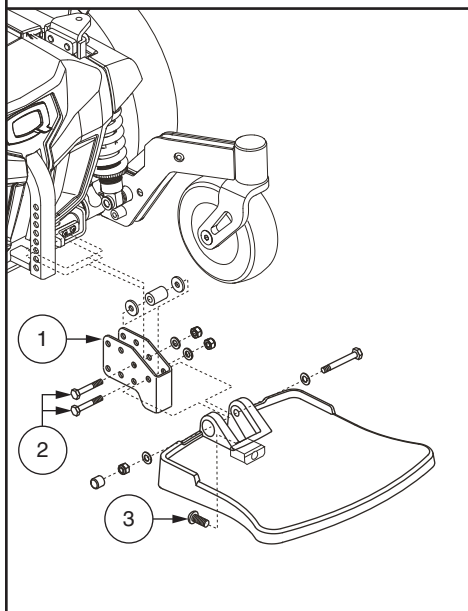

Figure 14. Ajustement de repose-pieds
1. Retirez les ferrures sur le support du repose-pieds. **Voir la figure 14.**
1. Relevez le repose-pieds pour trouver l'emplacement de la vis de réglage. **Voir la figure 14.**